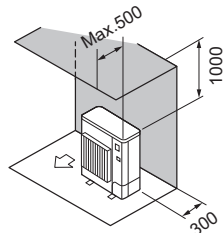

Abb. 2-8
- (2) Hindernisse nur auf der Rück- und Oberseite (Abb. 2-8)